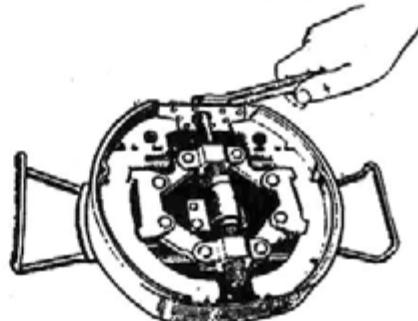

Рис. 252. Приспособление для прижатия фрикционных накладок к колодкам при их склеивании
5. Прижмите детали друг к другу давлением 0,5—0,8 МПа (5—8 кг/см2) в приспособлении (рис. 252) и в сжатом виде выдержите в сушильной камере при температуре  $(190 \pm 10)^\circ\text{C}$  не менее 40 мин, не считая времени прогрева деталей до этой температуры.